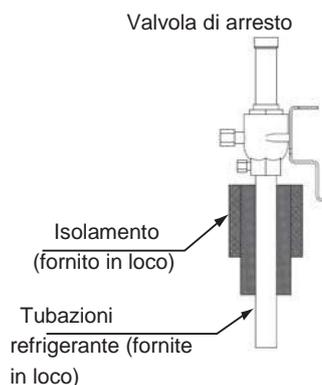

Fig. 7.2 Isolamento su tubi
- Isolare i tubi del refrigerante come mostrato in Fig.7.2. Dopo aver collegato le tubazioni del refrigerante, sigillare i tubi del refrigerante utilizzando il materiale isolante fornito sul posto. Isolare completamente i raccordi e i dadi svasati in corrispondenza delle connessioni delle tubazioni. Isolare completamente le tubazioni del liquido e le tubazioni del gas per evitare la diminuzione delle prestazioni e la formazione di condensa sulla superficie del tubo.